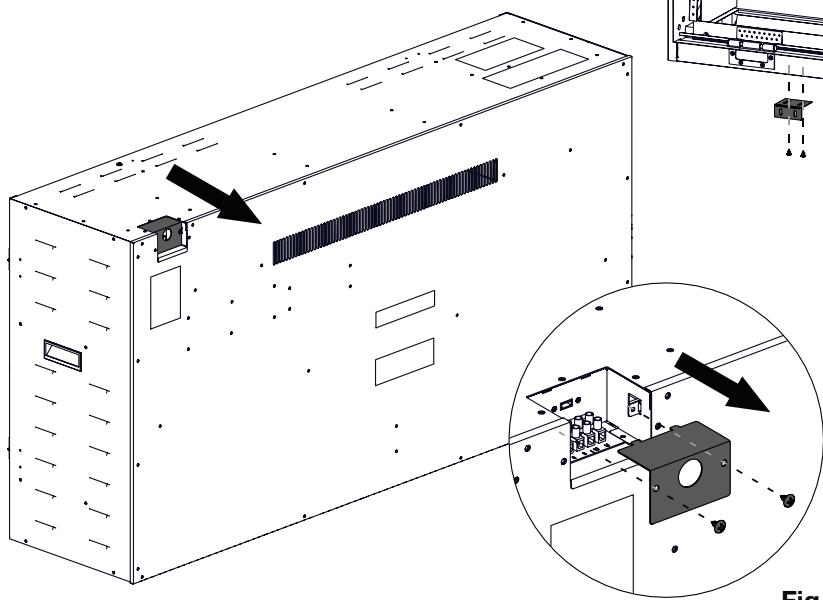

Fig. 2
4. Retirez la plaque de couverture de la boîte de jonction (**Fig. 2**).